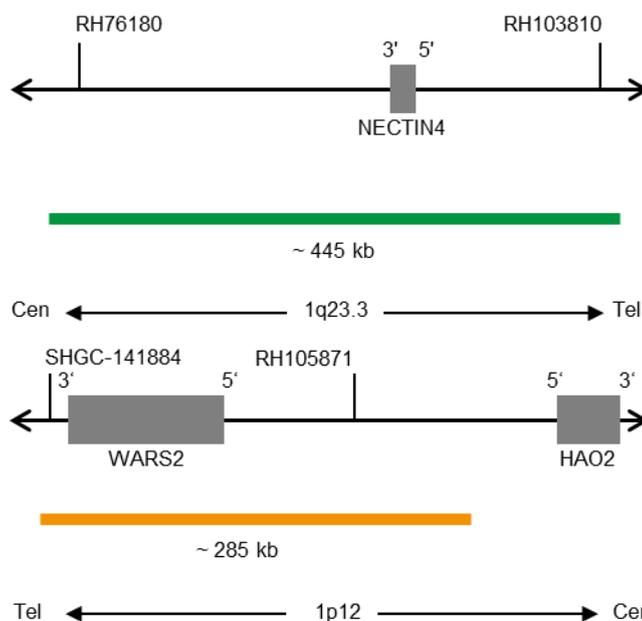

Fig. 1. arriba: mapa de la sonda SPEC MDM4, abajo: mapa de la sonda SPEC 1p12 (no está a escala)
- Polinucleótidos marcados en verde (excitación a 503 nm/emisión a 528 nm) ZyGreen (~10,0 ng/μl), dirigidos a secuencias localizadas en 1q23.3* (Chr1:160,773,463-161,218,427), que alberga la región del gen NECTIN4 (ver Fig. 1).
- Polinucleótidos marcados en naranja (excitación a 547 nm/emisión a 572 nm) ZyOrange (~4,5 ng/μl), dirigidos a secuencias localizadas en 1p12* (Chr1:119,537,102-119,823,147) (ver Fig. 1).